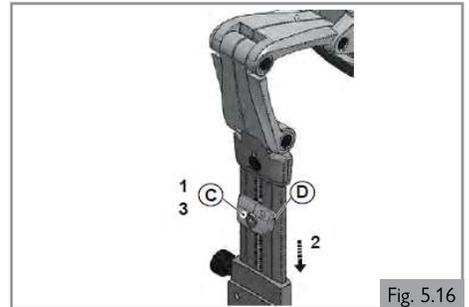

Fig. 5.16
**Ajuste de altura fija (Fig. 5.16)**
1. Afloje (C) una vuelta.
2. Deslice (D) lo más abajo posible.
3. Apriete (C). Consulte la sección 8 para obtener información sobre la torsión de ajuste específica.